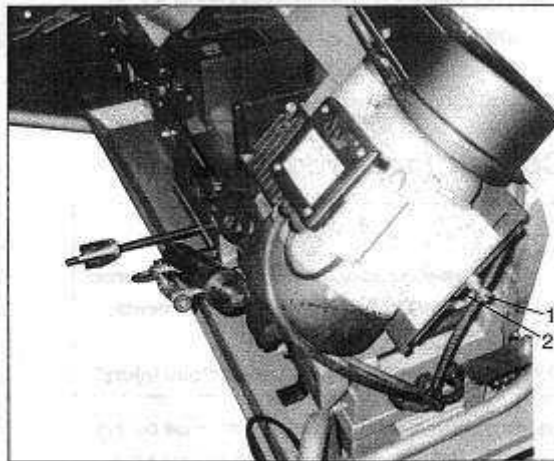

Fig.5
2. Desserrez le boulon de verrouillage de la plaque du moteur (1, fig.5)
3. Desserrez le boulon de coulissement de la plaque du moteur (2) jusqu'à ce que la courroie puisse se déplacer sur les poulies.
5. Serrez le boulon de coulissement de la plaque du moteur (2) pour retendre la courroie.
6. Serrez le boulon de verrouillage de la plaque du moteur (1).